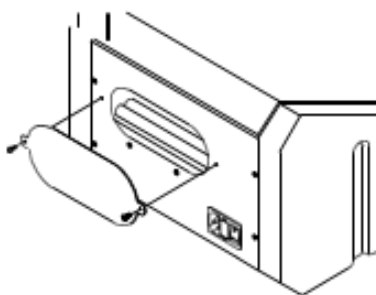

fig. 3-5 Extracción de la tapa de la lámpara
- Afloje los tornillos y retire la placa de metal de la parte posterior de MEDIFUGE CGF tal y como se muestra en la fig. 3-5